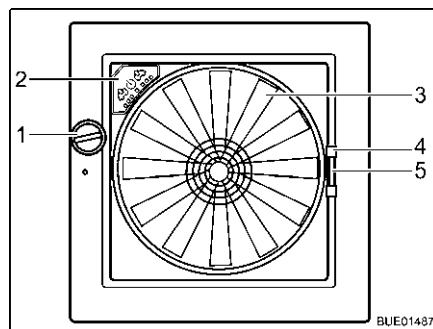

Bild 94 Dachhaube Omni-Vent
Öffnen: ■ Drehknopf (Bild 94,1) drehen, bis der gewünschte Öffnungswinkel erreicht ist.
Schließen: ■ Drehknopf (Bild 94,1) drehen, bis Dachhaube vollständig geschlossen ist.
Schließen: ■ Insektenschutz am Griff (Bild 94,4) zur gegenüberliegenden Rahmenseite ziehen.
- Griff (Bild 94,5) der Verdunklung zusammendrücken.
Ventilator Wenn die Dachhaube geöffnet ist, kann der Innenraum mit dem 6-stufigen Ventilator (Bild 94,3) und entlüftet werden. Der Ventilator wird am Bedienfeld (Bild 94,2) bedient.